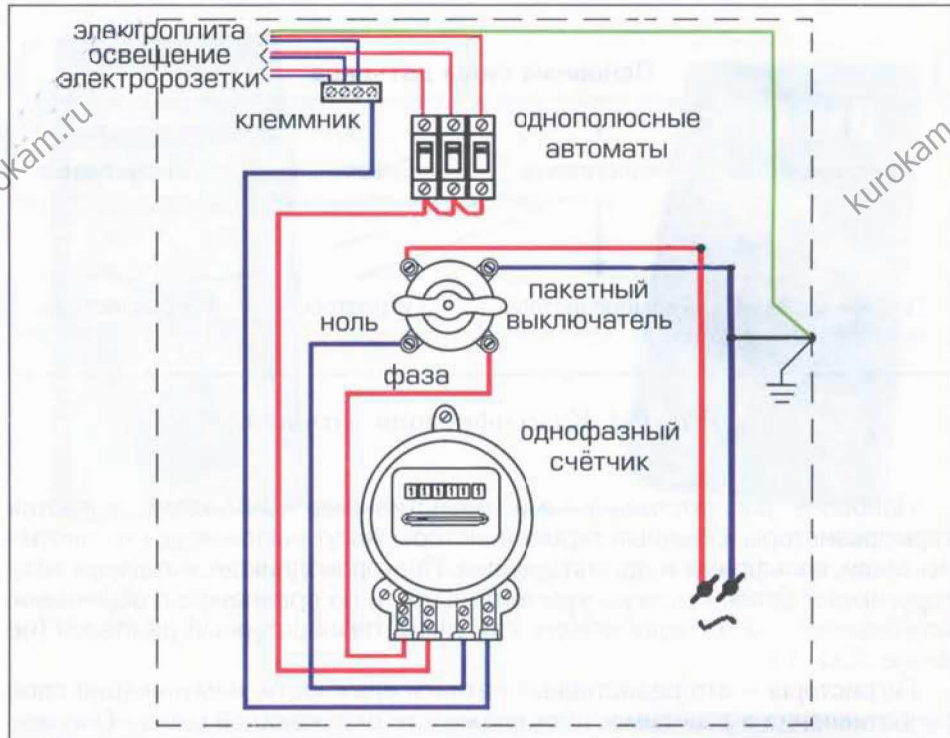

Рис. 165. Схема подключения счётчика электрической энергии
1. Соберите на щите из ДСП или древесины макет установки, показанной на рис. 165.